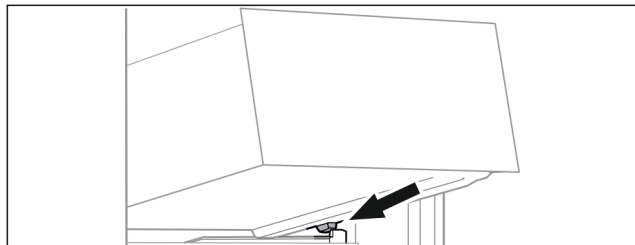

Fig. 20
- ▶ Założyć szufladę pod skosem za stoperami na zębro pojemnika Fig. 20 ().